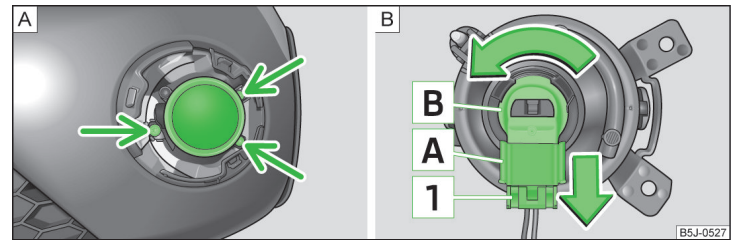

Abb. 163 Vorderer Stoßfänger: Nebelscheinwerfer / Nebelscheinwerfer: Glühlampe wechseln
- › Mit dem Schraubendreher **» Seite 164, Bordwerkzeug** die Schrauben **» Abb. 163 - A** herausdrehen.
- › Die Sicherung **T** **» Abb. 163** des Steckers **A** drücken und den Stecker aus der Fassung **B** herausziehen.